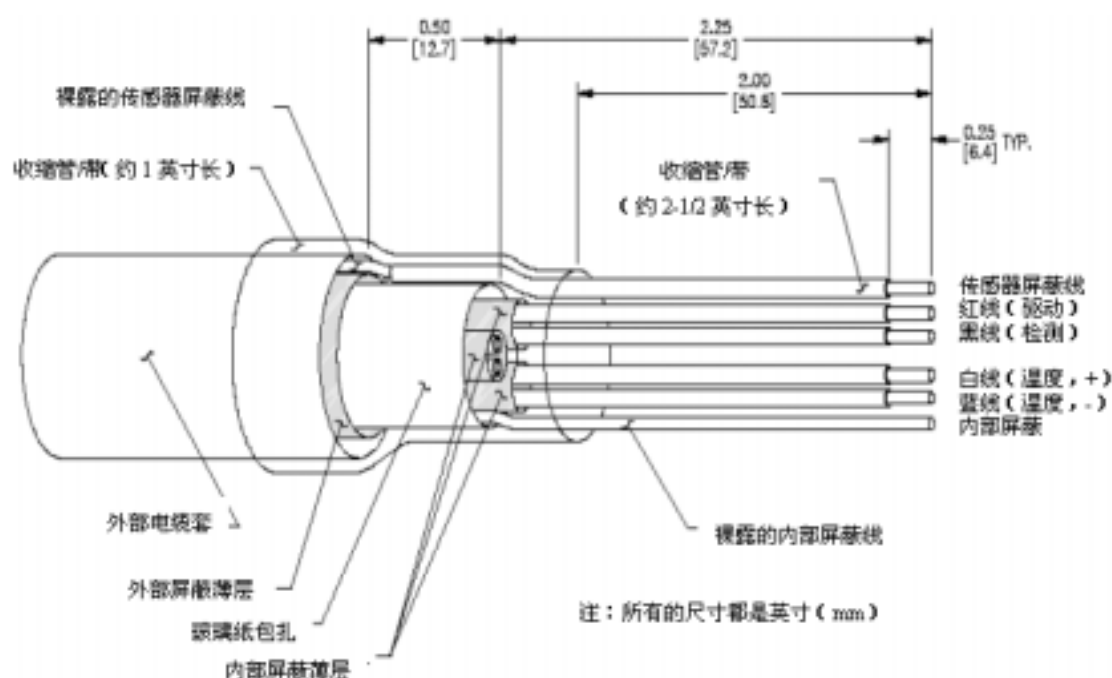

图 2-6 连接电缆接线端详图
要正确地进行连接电缆各线端的接线，参考图 2-6，按照下面这个流程进行：
5. 小心地定位 2-1/2 英寸长的收缩管或者胶带于裸露的传感器屏蔽线距离线端 1/4 英寸，如图 2-6 所示，将其与内部屏蔽线绝缘并区分开。这样做将使 1/4 英寸裸露的屏蔽线露出收缩管或者胶带，从而方便连接。
6. 小心地定位 1 英寸长的收缩管或者胶带于电缆上，如图 2-6 所示以保护全部的线。